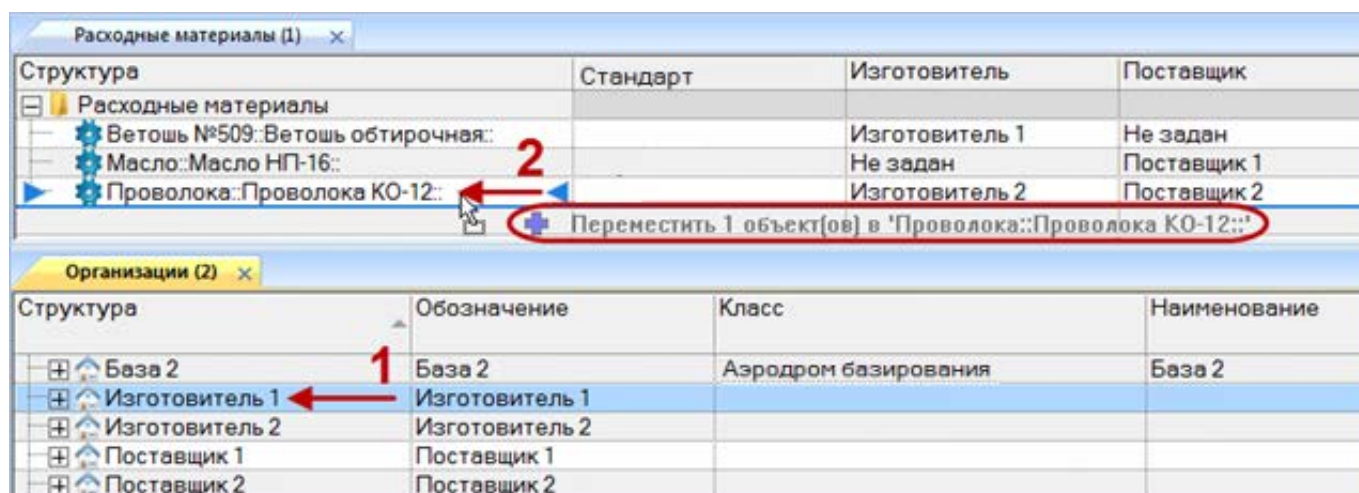

Рис. 9-67 – Переместить организацию на расходный материал
2) Выбрать организацию в рабочем окне «Организации» (1 на рис. 9-67).
3) Переместить с помощью мыши организацию на расходный материал в окно «Расходные материалы» – появится подсказка вида «+ Переместить X объект(ов) в ...» (2 на рис. 9-67). Отпустить кнопку мыши.